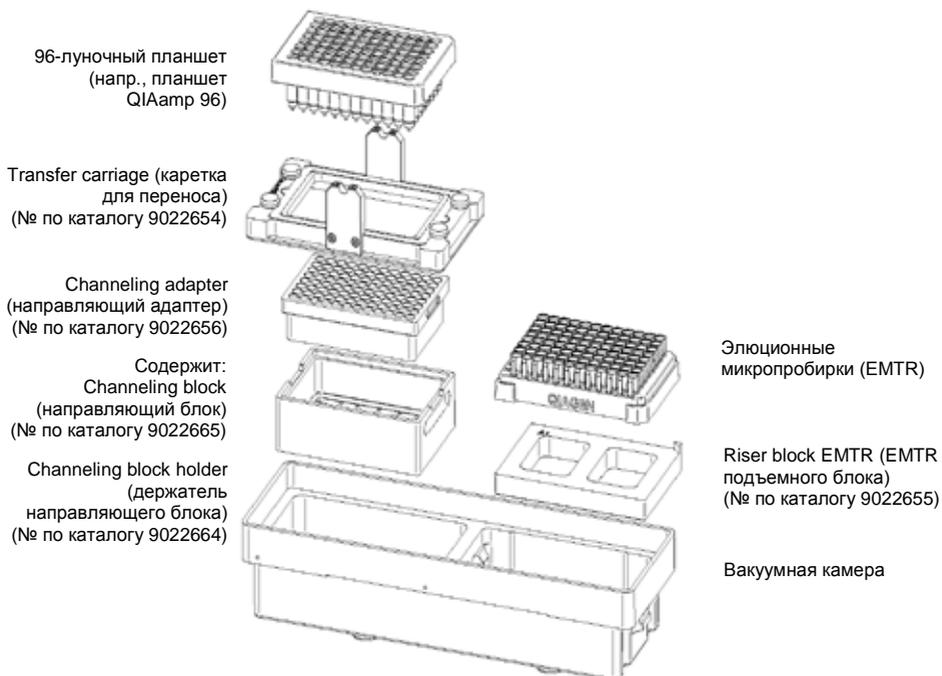

Рис. 1. Сборка вакуумной камеры.
На рис. 1 показана сборка вакуумной камеры. Подробнее см. в «Руководстве пользователя системы QIAcube HT» (*QIAcube HT User Manual*).
16. Подготовьте вакуумную камеру, как показано на Рис. 1, стр. 24. Этот узел описан также в «Руководстве пользователя системы QIAcube HT» (*QIAcube HT User Manual*).